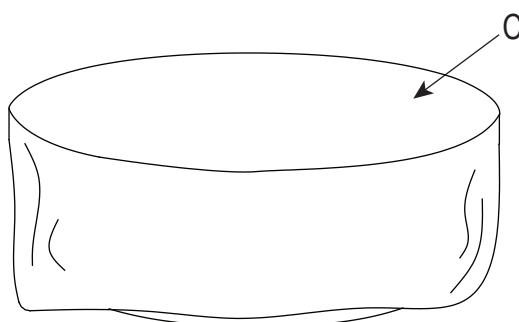

Figure 5
5. Couvrez le foyer avec la couverture contre les intempéries (C) lorsque vous ne l'utilisez pas pour le protéger des éléments ou lorsque le foyer est COMPLÈTEMENT refroidi après l'utilisation (voir la figure 5).